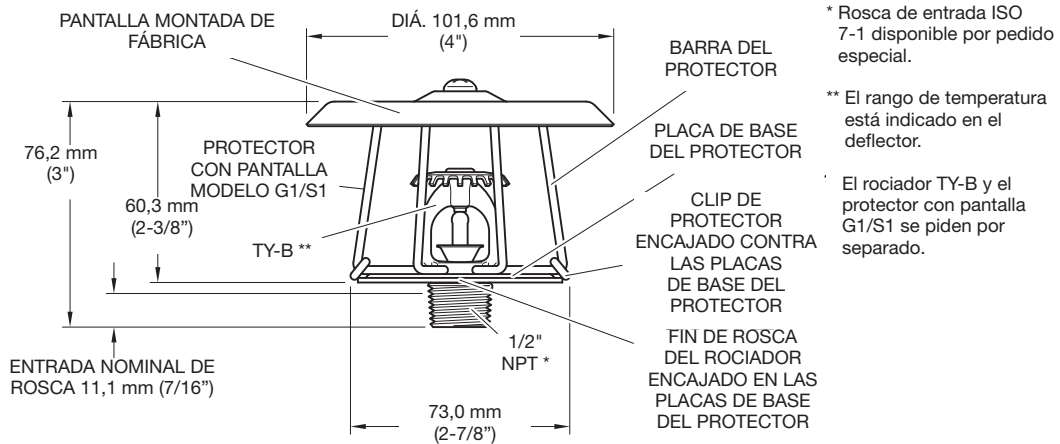

FIGURA 1
Paso 2. Apretar el rociador con la llave adecuada -solo la llave de rociador W-Tipo 6 (ver Figura 5). La llave de rociador W-Tipo 6 se debe aplicar a las superficies de contacto (ver Figura 1).
Paso 4. Separar las dos mitades de la placa de base del rociador lo suficiente para que pase la parte del fin de rosca del rociador. (Consultar la Figura 1).